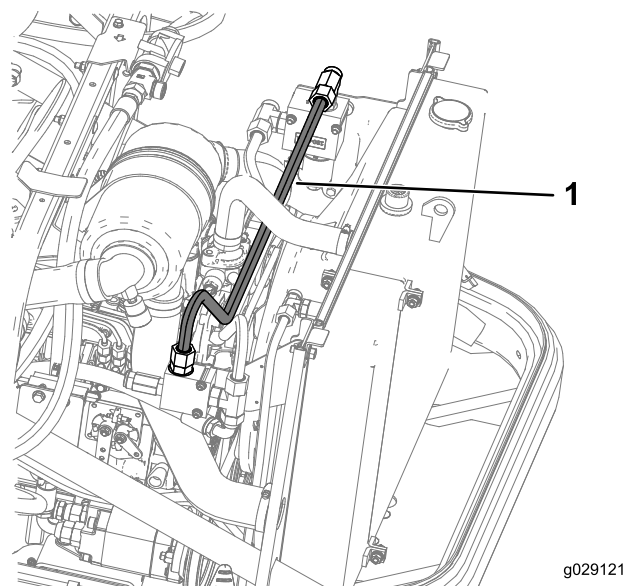

Figura 30
10. Instale el tubo hidráulico I desde el acoplamiento adaptador (5/8" x 5/8" macho) en el conjunto del colector derecho hasta el acoplamiento adaptador en T (5/8" macho) en el conjunto del colector izquierdo, como se muestra en Figura 30.